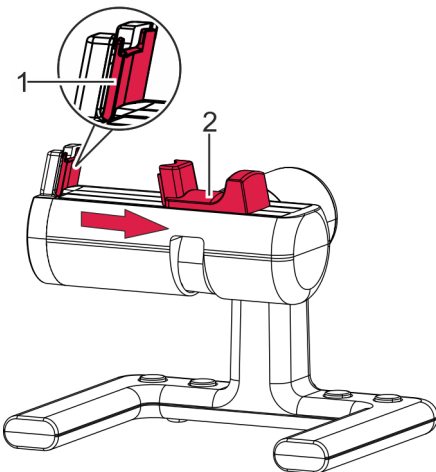

Fig. 22: Mordaza de sujeción del micrófono
1. ➔ Desplazar hacia fuera la mordaza de sujeción (Fig. 22/2).
2. ➔ Depositar la corona del reloj en la zona de sujeción orientada contra el receptor de señales (Fig. 22/1). Soltar con cuidado la mordaza de sujeción.
3. ➔ Depositar el movimiento del reloj sobre la zona de sujeción de forma que la corona del reloj esté colocada sobre el receptor de señales (Fig. 22/1). Soltar con cuidado la mordaza de sujeción.